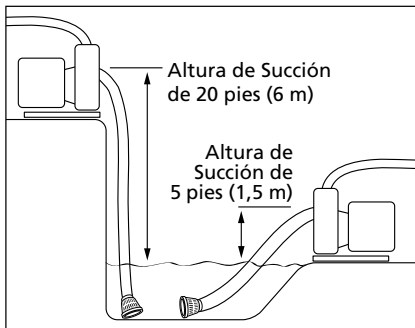

Figura 1
1. La bomba debe ser colocada tan cerca como sea posible al líquido que debe bombearse. Una bomba que tenga que succionar el agua con una altura de succión de 20 pies (6 m) no puede bombear tan rápido como una bomba que succione con una altura de succión de 5 pies (1,5 m) – (Ver Figura 1).